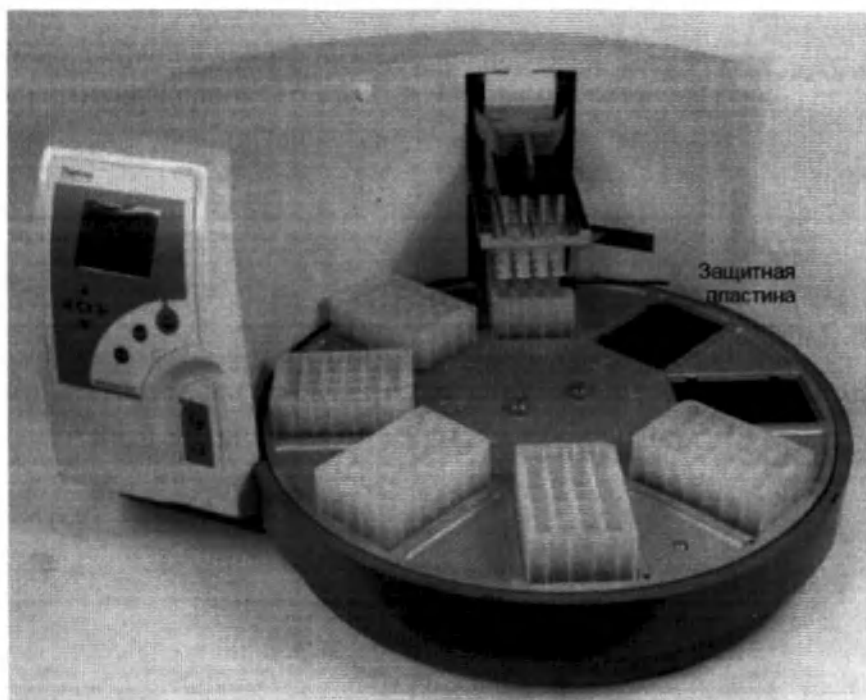

Рис. 8 Защитная пластина в действии
5. При вращении поворотного стола защитная пластина помещается над планшетом (Рис. 8), образуя преграду.